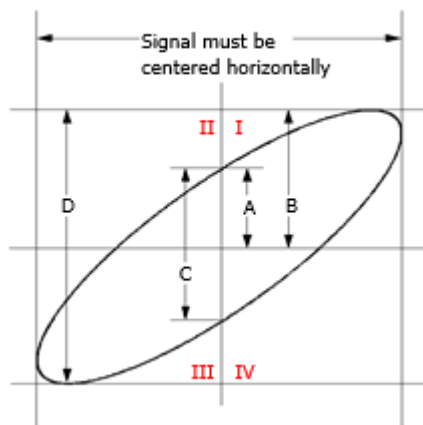

Figure 4-1 リサージュ図
4. 上図の測定結果を確認します。Figure 4-1 のリサージュ図に従うと、 $A/B(C/D)=1$  です。したがって位相差は  $\theta = \pm \arcsin 1 = 90^\circ$  になります。